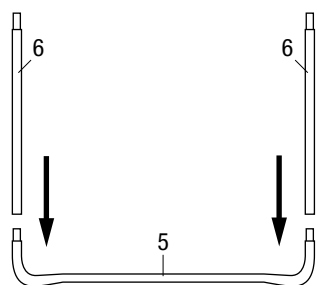

Abb. 2.1
Stecken Sie alle Standbeine (6) mit den Fußteilen (5) zusammen. Achten Sie darauf, dass der Sicherheitsaufkleber, der auf einem der Standbeine klebt, später nach außen zeigt. (Abb. 2.1)